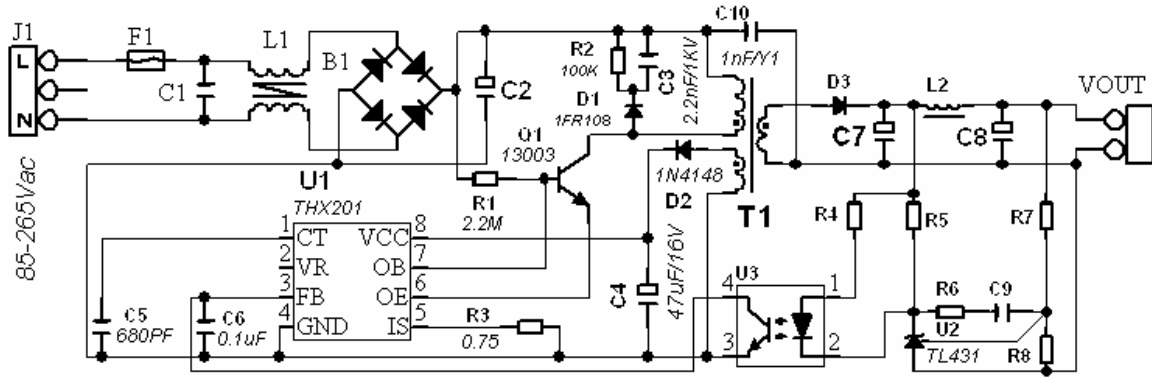

图 3、18W 开关电源
- 电源启动电流选择 0.5-3mA，功率管的放大倍数可按 10 计算，则启动电阻（如图 3、图 4 的 R1）选择应保证电源启动时功率管基极电流为 0.05-0.3mA，因此，可 10 倍减少启动电阻的功耗，降低了待机功耗；
- 图 3、图 4 中 C5=680pF，最高工作频率约 60KHz；
- 开关变压器（图 3、图 4 的 T1），参考绕组整流输出 4.8-9V（推荐 6V）为 THX201 提供工作电源；
- 电源功率管选择：如最大峰值电流 0.8A，考虑 OB 开电流则功率管 β 值应达 10@5V_{ce}@0.8A，对应检测电阻（图 3、图 4 的 R3）为 0.75 欧姆；任意电流情况下，功率管应工作在饱和区，检测电阻为 0.6V/最大峰值电流；
- 例一（图 3），18W 开关电源，输出电压由 R6、R7 分压比决定，但需考虑开关变压器 T1 变比。